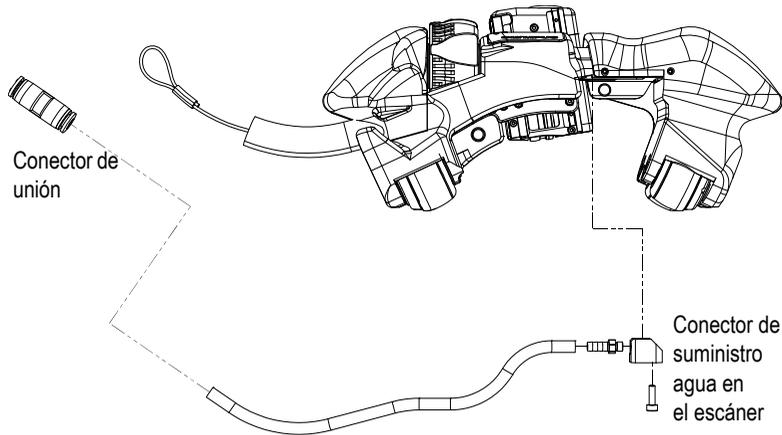

Figura 5-6 Reemplazo de tubos (ejemplo desmontado)
1. Retire el tornillo que fija el conector del suministro de agua al escáner (vea la Figura 5-6 en la página 62).